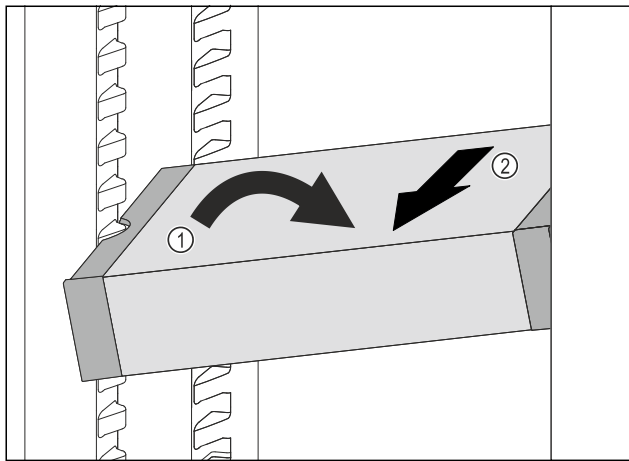

Fig. 125
- ▶ 在冷藏区中倾斜 VarioSafe。 Fig. 125 (1)
- ▶ 向前取出 VarioSafe。 Fig. 125 (2)